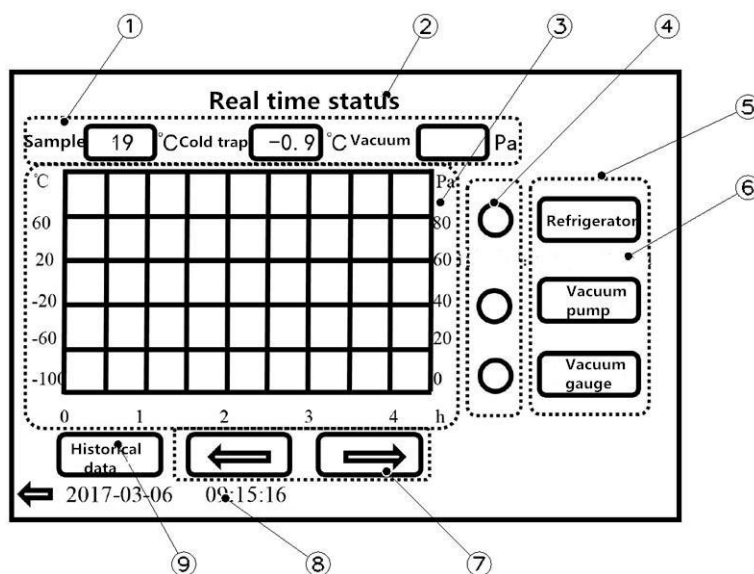
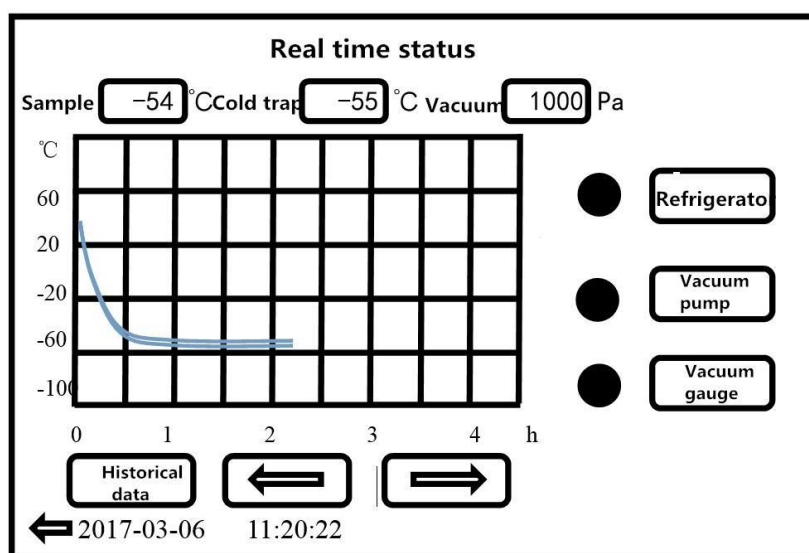

Рисунок 2 Главный экран управления
Рисунок 3: Экран работы
- (2) Прикоснитесь к экрану для входа в «Главный экран управления» (Рисунок 2)
- ① Строка отображения данных в режиме реального времени: отображение пробы, ловушки холода, данных вакуума лиофилизатора в реальном времени.
- ② Строка перехода состояний: коснитесь этой кнопки для отображения состояния в реальном времени и кривой статистических данных.
- ③ Строка отображения кривой реального времени: в режиме реального времени отображается проба, ловушка холода, кривая параметра степени разрежения. Цвет кривой в соответствии с пробой, ловушкой холода. Цветной шрифт разрежения.
- ④ Строка состояния оборудования: в отключённом состоянии, холодильник, вакуумный насос и вакуумметр показаны белым цветом (Рисунок 2), и показываются красным во включённом состоянии (Рисунок 3).
- ⑤ Строка управления оборудованием: возможно управление включением и отключением холодильника, вакуумного насоса и вакуумметра.
- ⑥ Время работы: регистрация времени работы лиофилизатора.
- ⑦ Сенсорная кнопка перехода между страницами: нажмите на кнопки со стрелками для просмотра состояния в реальном времени за несколько часов, кривой и кривой статистических данных.
- ⑧ Строка даты: отображается текущие год, месяц, день, час, минута, секунда. Дата и время обновляются автоматически, поэтому нет необходимости в установке. Чтобы скрыть дату и время, нажмите на кнопку со стрелкой влево, чтобы показать текущие дату и время, нажмите на кнопку со стрелкой вправо.
- ⑨ Кнопка преобразования кривой текущих данных и кривой статистических данных: нажатием на данную кнопку можно посмотреть кривую лиофилизации за последний месяц. Кривая и данные будут автоматически удалены через один месяц.